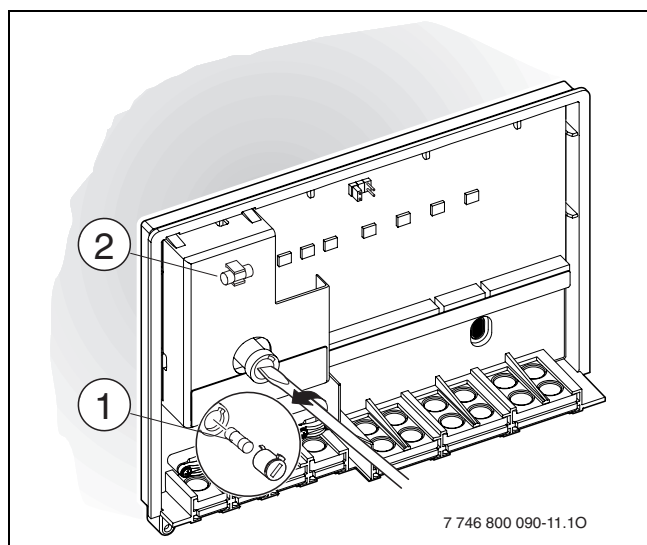

Bild 14
- Sicherung [1] gegen eine desselben Typs (2,5 AT, keramisch, sandgefüllt) austauschen (→ Bild 14). Eine Ersatzsicherung [2] ist auf der Abdeckung im Modul ICM vorhanden.